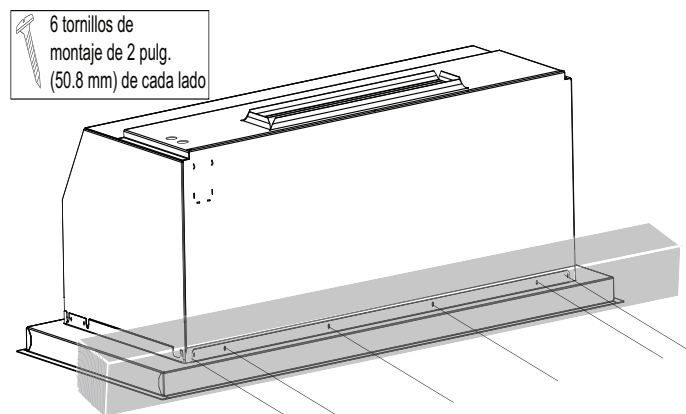

Figura 37: Tornillos laterales de los modelos VCIB
- Sujete la parte trasera del marco del armazón con seis (6) tornillos de montaje de 2 pulg. (50,8 mm) como se muestra en la *Figura 37*.